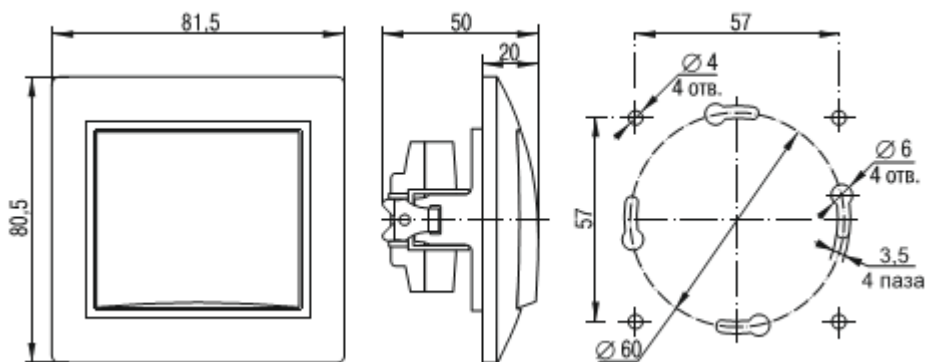

Figura 2 – Dimensiunile generale și de montaj ale întrerupătoarelor
2.4 Dimensiunile generale și de montaj ale întrerupătoarelor sunt prezentate în figura 2.